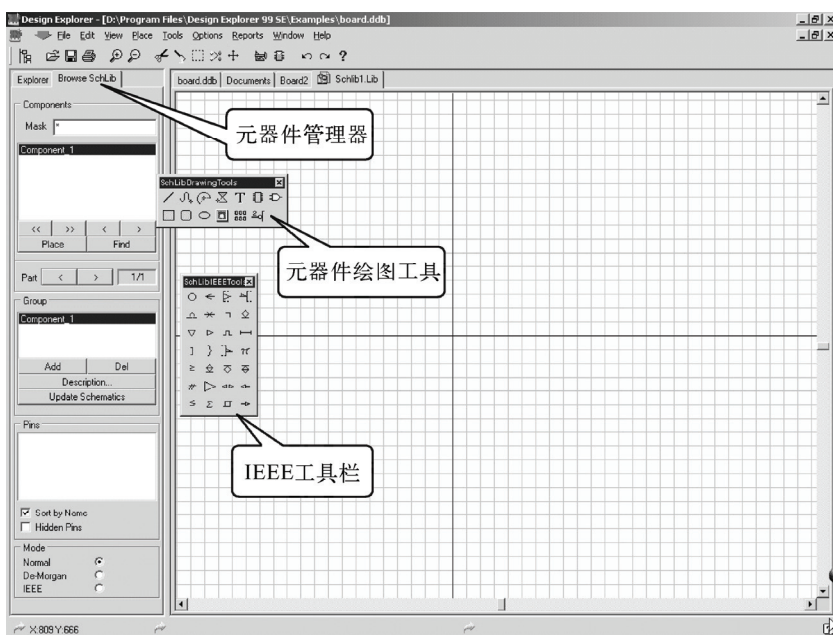
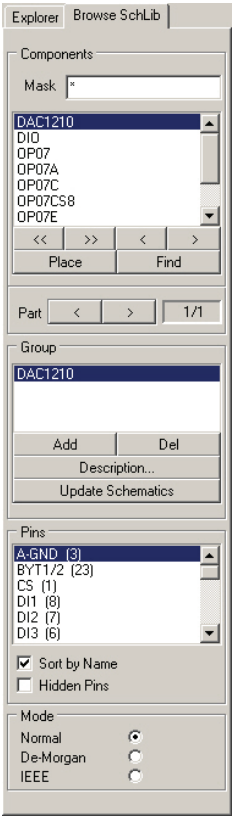

图 3-60 元器件库编辑器界面
图 3-61 元器件管理器
3) 单击“OK”按钮，系统便在当前设计管理器中创建了一个新元器件库文档，此时用户可以修改文档名。进入原理图元器件库编辑工作界面，如图 3-60 所示。
除了主工具栏以外，元器件库编辑器提供了两个重要的工具栏，即图形绘制工具栏和 IEEE 符号工具栏，如图 3-60 所示，后面将会介绍。
单击如图 3-60 所示的元器件管理器的“Browse SchLib”选项卡，就可以看到元器件管理器，如图 3-61 所示。元器件管理器有 4 个选项组：“Components（元器件）”选项组“Group（组）”选项组“Pins（引脚）”选项组“Mode（模式）”选项组。